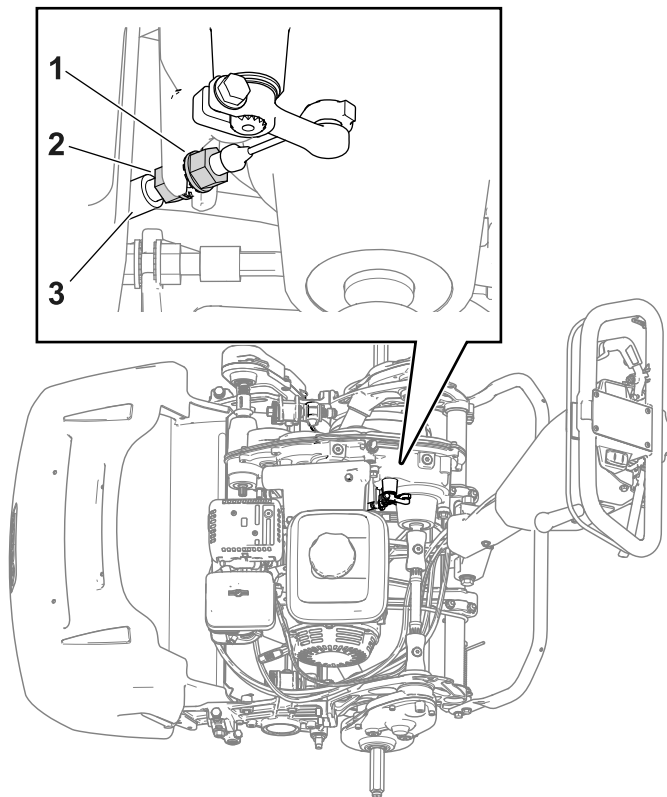

Figura 37
- Para aumentar a tensão do cabo, afrouxe a contraporca do cabo frontal e aperte a contraporca traseira (Figura 37). Repita a etapa 2 e ajuste a tensão, se necessário.
- Para diminuir a tensão do cabo, afrouxe a contraporca traseira e aperte a contraporca do cabo frontal (Figura 37). Repita a etapa 2 e ajuste a tensão, se necessário.